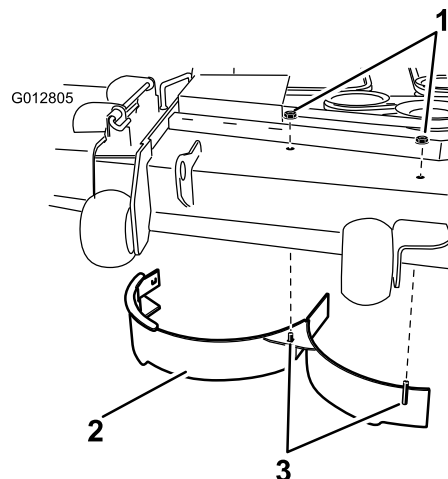

Figure 2
8. Montez le déflecteur droit sur le plateau comme illustré à la Figure 2. Utilisez deux contre-écrous